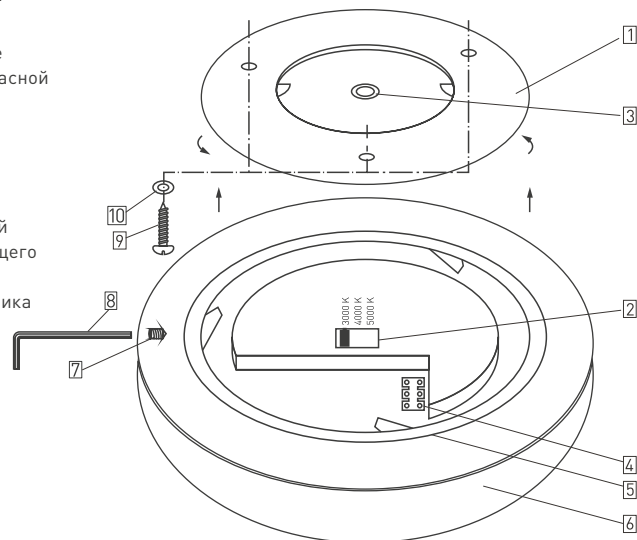

Рис. 2. Конструкция светильника
⚠ ВНИМАНИЕ! Для предотвращения несанкционированного демонтажа в конструкции крепления предусмотрен специальный стопорный винт [7] (см. рисунок 2). Для демонтажа светильника необходимо ослабить этот винт с помощью специального ключа [8] из комплекта поставки. Монтаж основания для отсоединения необходимо повернуть против часовой стрелки. Соответствующие обозначения имеются на корпусе светильника и на монтажном основании: «LOCK-OPEN», при этом «LOCK» соответствует положению «закрепить», а «OPEN» — «снять».
- Для переключения цветовой температуры воспользуйтесь переключателем CCT [2] (см. рисунок 2). Изменение режима работы допустимо делать только при отключенном питании светильника.